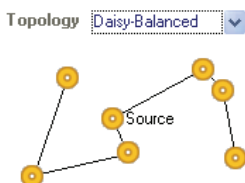

图 13-18 平衡连线最短方式
(6) Daisy-Balanced——平衡连线最短方式，如图 13-18 所示。该方式也需要指定起点和终点，其含义是将中间节点数平均分配成组，所有的组都连接在同一个起点上，起点间用串联的方法连接，并且使连线最短。如果设计者没有指定起点和终点，系统将采用“Shortest”方式生成飞线。